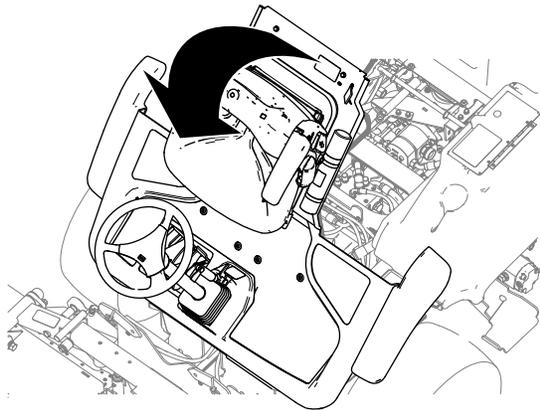

Figura 43
2. Elevar a plataforma (Figura 43).